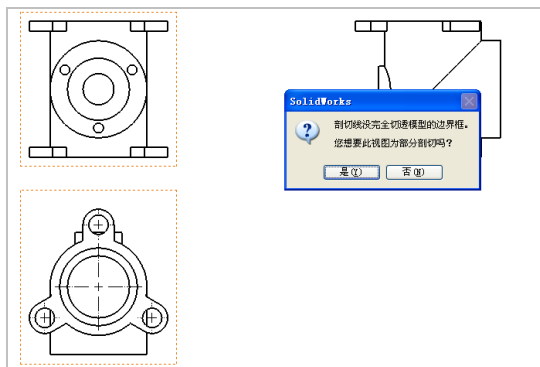

图 11-33 弹出信息提示框
(4) 在其中心位置处，绘制一条垂直中心线，弹出信息提示框，如图 11-33 所示。